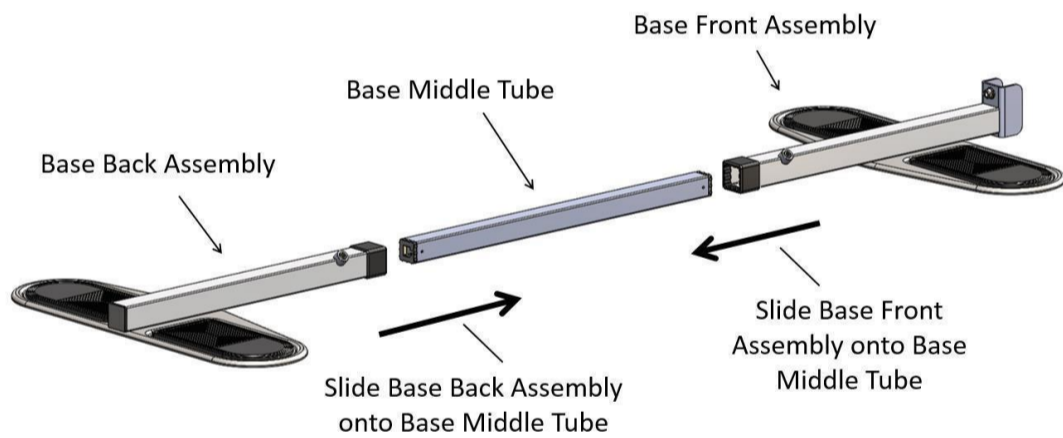

FIGURE 2
2. Faites glisser l'ensemble avant de la base et l'ensemble arrière de la base sur le tube central de la base, comme illustré à la figure 2.
SEE FIG. 2.